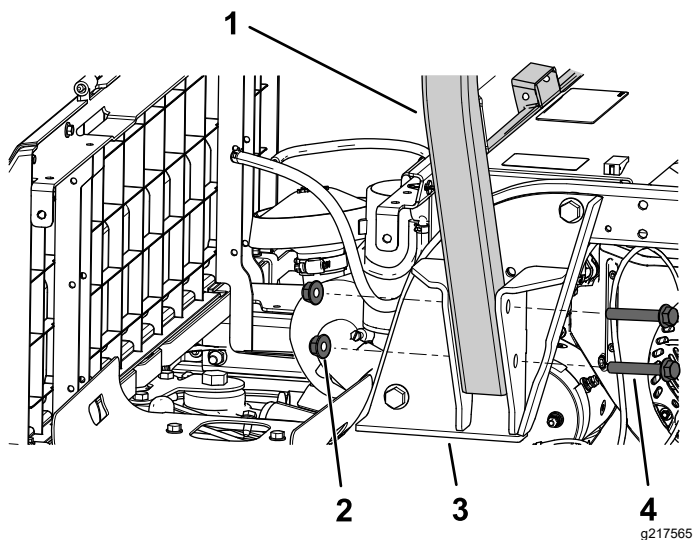

図 26
1. ROPS の片側を、ROPS ブラケットに固定するフランジヘッドボルト $\frac{1}{2} \times 3\frac{1}{2}$ インチ 2 本、ロックナット $\frac{1}{2}$ インチ 2 個を使用して図 26 のように取り付ける。